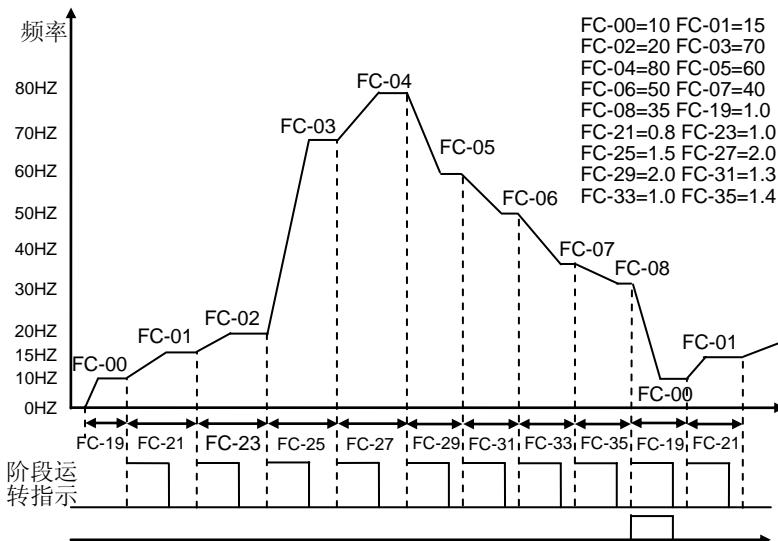

图 6-43B
- 动作说明：**如图 6-43B 所示，当 F0-02=1、FC-16=2、FC-17=9 时，按下 RUN 键，变频器便开始运行，直到 FC-08 运行完成后又自动跳至第一段继续运行，直到按下 STOP 键停止为止。